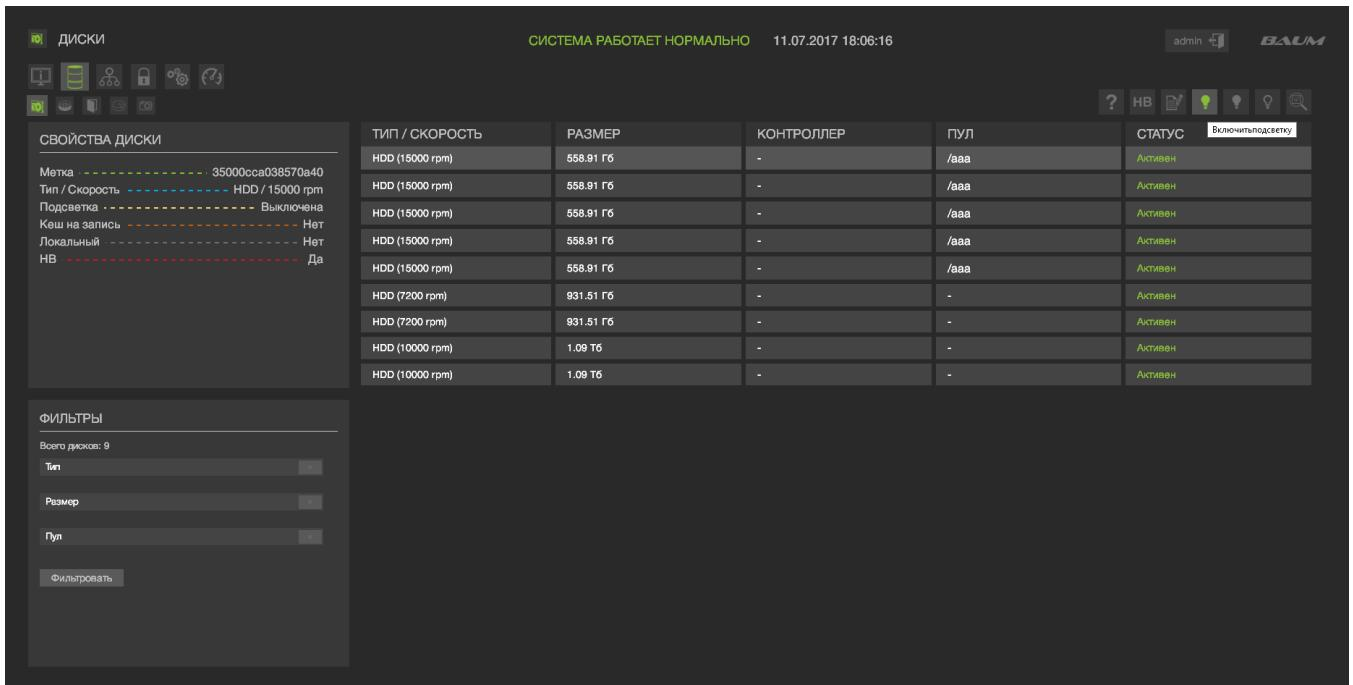

Рисунок 26 – Включение/отключение подсветки в полке
- 3) Нажать на кнопку «Включить подсветку» (см. Рисунок 26).